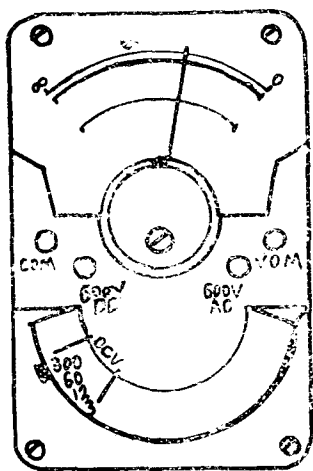

图1
A. 相当于Triplett model 310的万用表。(见图1)